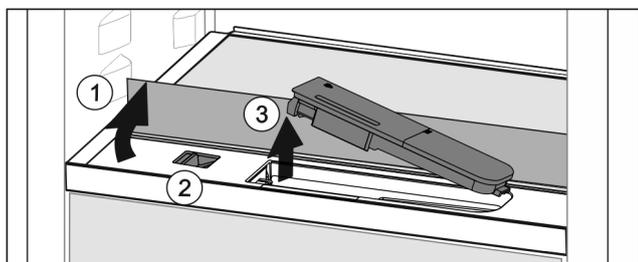

Fig. 120
- ▶ Podignite staklenu ploču i otklopite je do graničnika prema natrag Fig. 120 (1).
- ▶ Pomaknite Fig. 120 (2) klizač ulijevo.
- ▶ Izvadite spremnik za vodu Fig. 120 (3).